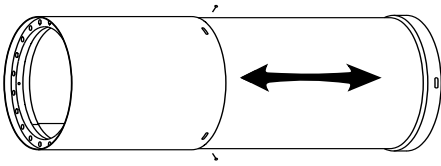

Figure 6
5. Tuyau télescopique (Figure 6)